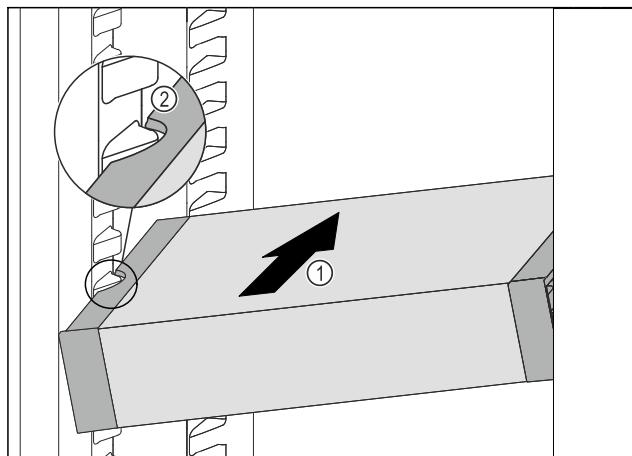

Fig. 95
- VarioSafe schräg in das Kühlteil einschieben Fig. 95 (1), bis sich die seitlichen Aussparungen Fig. 95 (2) des Vario-Safes auf Höhe der Behälterrippe im Kühlteil befinden.